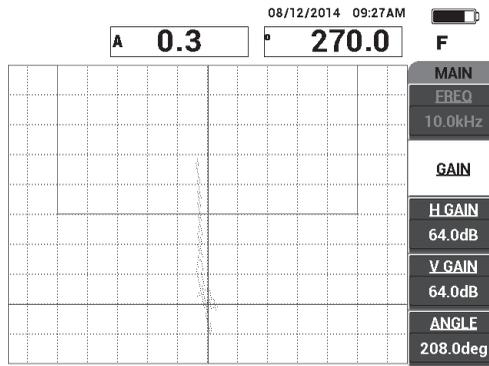

Abbildung 6-26 Signalamplitude im Alarmfeld
- Drücken Sie auf die Direktzugriffstaste **GAIN (dB)** und stellen Sie dann die Signalamplitude so ein, dass sich das Signal der Ablösung im Alarmfeld befindet und sich ca. auf 5 Skalenteile von der Nullposition (Fadenkreuz) erstreckt (siehe Abbildung 6-26 auf Seite 153).